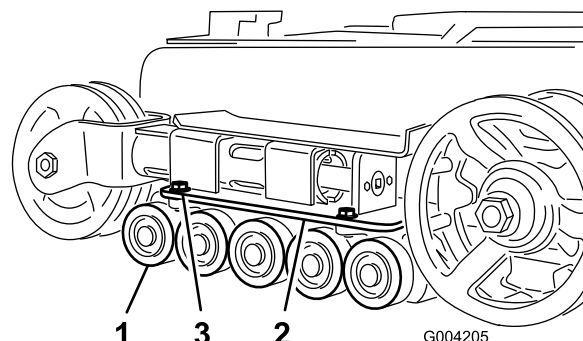

Bild 43
2. Nehmen Sie die vier Schrauben ab, mit denen die untere Kettenführung (die die Straßenträger enthält) befestigt ist, und nehmen Sie diese ab (Bild 43).